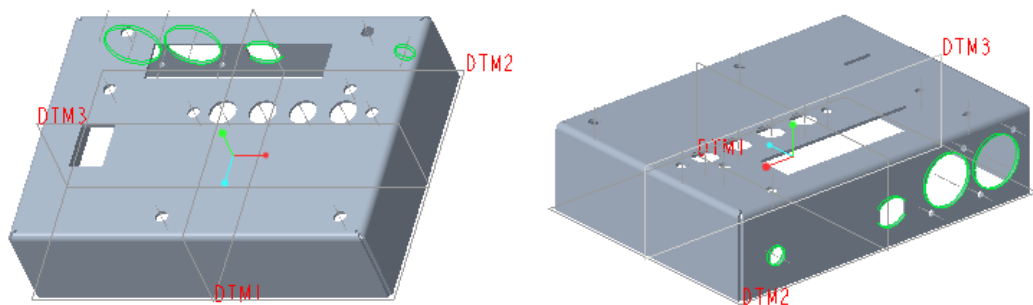

图 7-30 完成拉伸切除 2
(4) 采用默认的深度选项为“ (到下一个)”。也可以设置深度选项为“ (盲孔)”, 并设置拉伸深度值为“80”。
(5) 在“拉伸”选项卡中单击 (完成) 按钮, 完成该拉伸切除操作得到的钣金件效果如图 7-30 所示。